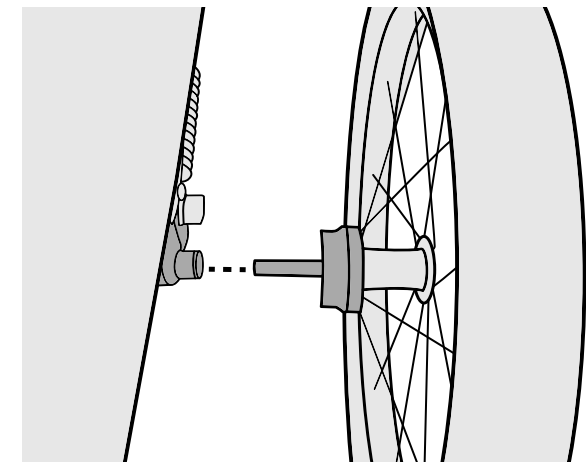

Figura 6
2. Inserte el eje de la rueda en el receptor del eje y luego suelte el botón. Tire fuertemente de la rueda para asegurarse de que el eje esté sujeto completamente (Figura 6).